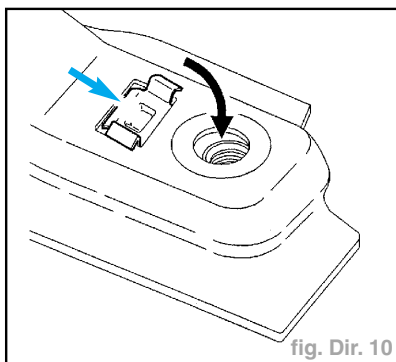

fig. Dir. 10
- Déverrouiller en soulevant et basculer les écrous en cage (suivant flèches) (fig. Dir. 10).